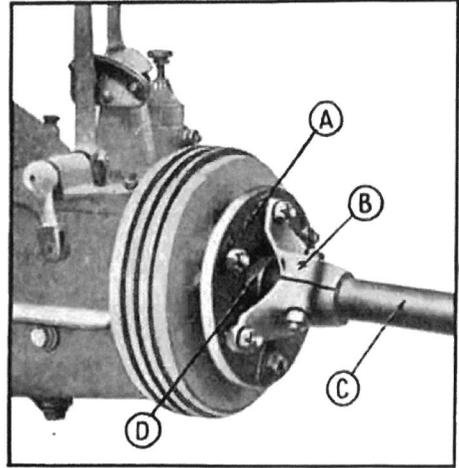

Fig. 300. — Accouplement de l'arbre de cardan avec la poulie de frein.
- 20—Remonter l'arbre de cardan, en l'engageant d'abord dans la coquille de retenue, refixer ensuite les disques flexibles sur le pont AR. et sur la poulie du différentiel en assurant un parfait centrage à l'arbre de cardan. Rebloquer les boulons serrant les plateaux sur l'arbre (fig. 300 et 301).